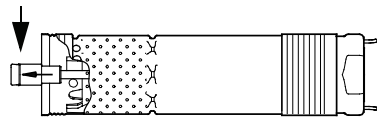

Fig. 10 Position de l'arbre de pompe
2. Extraire l'arbre de pompe comme indiqué dans la figure 10.